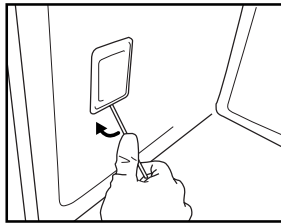

Fig. 7
3. À l'aide d'un tournevis à tête plate à utiliser pour faire levier vers l'extérieur, dégagez le cache de l'ampoule (Fig. 7).